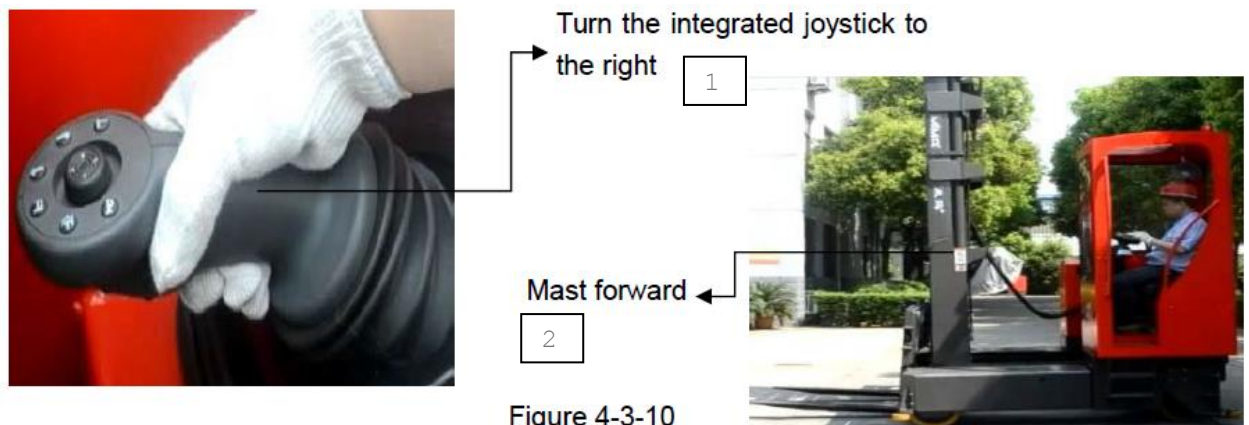

Рис. 4-3-10:
4.3.3.5. Нужно сдвинуть интегрированный джойстик вправо, тогда мачта сдвинется вперед (см. Рис. 4-3-10), причем, чем больше ход движения джойстика вправо, тем быстрее мачта движется вперед. Однако, когда мачта сдвинется вперед до конца, сработает буфер снижения скорости, и скорость автоматически снизится, когда ход джойстика слишком большой, чтобы обеспечить безопасность.